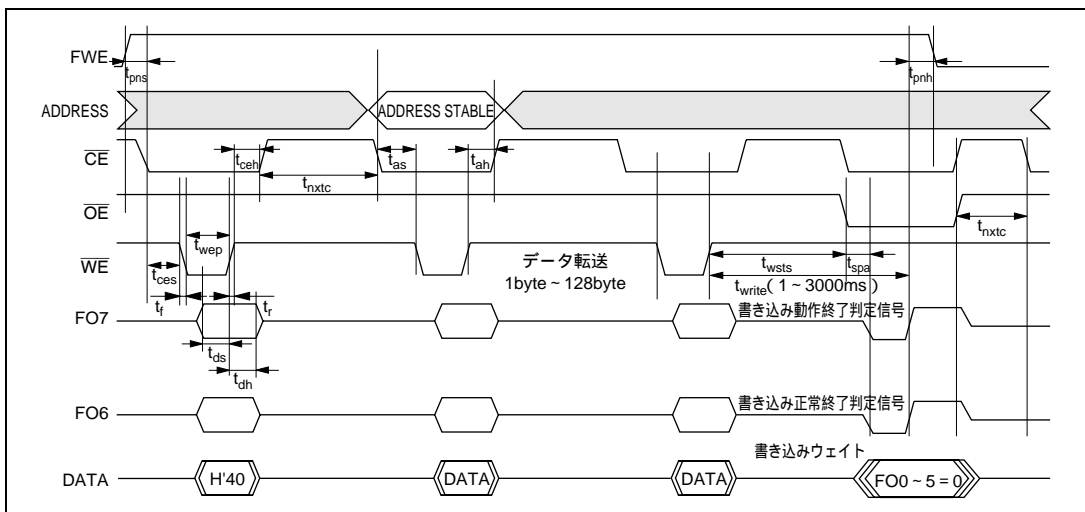

図 8.17 自動書き込みモードのタイミング波形
- (1) 自動書き込みモードでは、128バイト同時書き込みを行います。これは、バイトデータを128回連続で転送してください。
- (2) 128バイト以下の書き込みでも128バイトのデータ転送を行う必要があります。必要ないアドレスへのメモリ書き込みは、データをH'FFにして書き込みを行う必要があります。
- (3) 転送するアドレスの下位7ビットは、H'00、H'80でなければなりません。有効アドレス以外を入力した場合は、メモリ書き込み動作に移行しますが、書き込みエラーとなります。
- (4) メモリアドレスの転送は、第2サイクルで行います(図8.17)。第3サイクル以降では転送しないでください。
- (5) 書き込み動作中は、コマンド書き込みを行わないでください。
- (6) 書き込みは、各アドレスの128バイト単位のブロックに対して、1回の自動書き込みで行ってください。2回以上の追加書き込みについては特性保証できません。
- (7) 自動書き込み正常終了の確認には、FO6を調べることにより行います。または、ステータス読み出しモードを使用しても確認することができます(FO7番のステータスポーリングは、